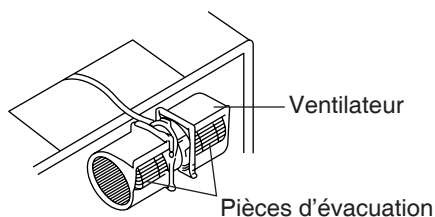

Fig. 1-3-3
- (5) Tourner le ventilateur de droite à gauche. Puis tourner le ventilateur sur 90 degrés pour que les ports d'évacuation soient orientés vers l'arrière du boîtier (Fig. 1-3-3).